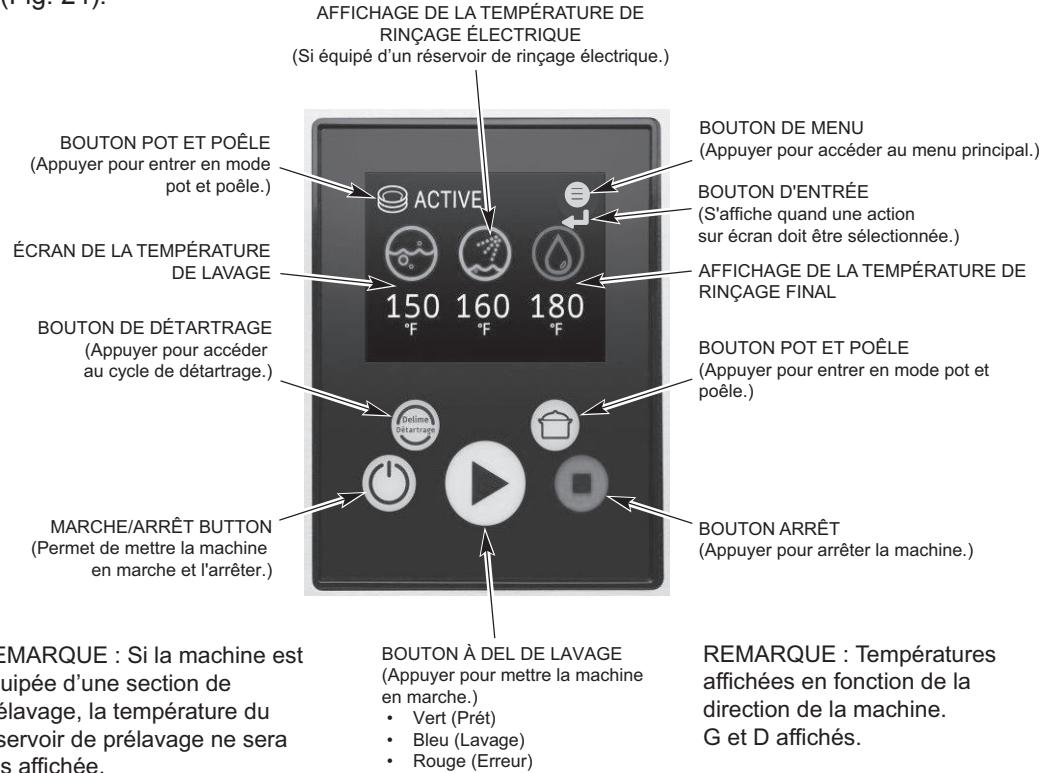

Fig. 24
Le poste de commande est monté sur le dessus de l'appareil. Le HMI est monté à l'avant du boîtier de commande (Fig. 24).
Fermer toutes les portes. Lorsque les portes sont fermées, cela fermera automatiquement la vidange. Pour démarrer le remplissage quand l'appareil est prêt, appuyer sur la touche ALIMENTATION [POWER] (Fig. 24).
- Appuyer sur la touche ALIMENTATION [POWER] (Fig. 24). Le lave-vaisselle se remplit automatiquement (voir Remplissage du lave-vaisselle ci-haut). Une fois la cuve remplie, le brûleur s'allume si le chauffage est requis. Le système d'allumage prévoit une période de prépurge de 15 secondes avant d'effectuer l'allumage.
- Si l'appareil ne fonctionne pas, appuyer sur la touche ALIMENTATION [POWER] (Fig. 24) et fermer le robinet du gaz. Communiquer avec le Service de l'entretien Hobart le plus près ou avec le fournisseur de gaz.
Lorsque le lave-vaisselle est rempli, faire démarrer les pompes en appuyant sur la touche WASH du HMI (Fig. 24) ou en insérant un panier dans l'appareil.
Quand le lave-vaisselle fonctionne, les températures apparaissent sur l'afficheur (Fig. 24). L'afficheur indique --- pour la température de rinçage jusqu'à ce qu'un panier soit dans la zone de rinçage; alors la température de rinçage est affichée. Une fois la vaisselle sortie de la zone de rinçage, l'affichage de la température de rinçage final revient à ---.
La fonction Mode casseroles et chaudrons, standard sur tous les modèles CL, permet à l'utilisateur de laver les casseroles et chaudrons encastrés en indexant les paniers au moyen des deux zones de lavage préréglées à une durée précise. Appuyer sur la touche CASSEROLES ET CHAUDRONS située sur le HMI (Fig. 24) afin d'activer ce mode. Insérer le panier dans le lave-vaisselle. Chaque casier sera indexé deux fois à travers la zone de lavage en fonction de l'heure prédéfinie. L'appareil reviendra au fonctionnement normal si l'utilisateur appuie sur la touche CASSEROLES ET CHAUDRONS ou sur la touche ARRÊT, ou si le temps du programme automatique est écoulé.